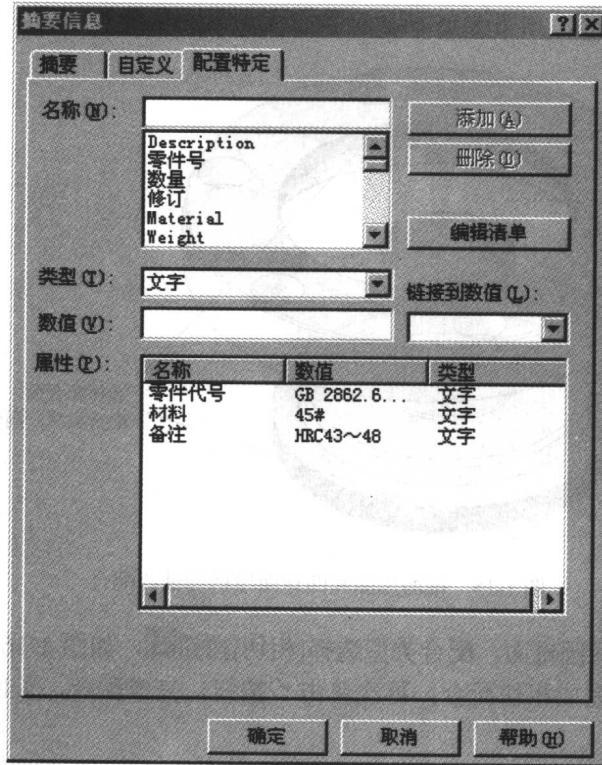

图 1-14 “摘要信息”对话框
⑦ 修改零件属性。选择菜单[工具]—[属性]命令，出现“摘要信息”对话框，单击“配置特性”选项卡：
- 选择“零件代号”，在[数值]栏输入“GB 2862.6—81—2”，单击 修改 (M) 按钮；
- 选择“材料”，在[数值]栏输入“45#”，单击 修改 (M) 按钮；
- 选择“备注”，在[数值]栏输入“HRC43~48”，单击 修改 (M) 按钮；
设置完毕，如图 1-14 所示，单击 确定 (D) 按钮。
⑧ 保存零件。完成零件建模后，单击[保存]按钮 \square ；打开“另存为”对话框，输入文件名为“凹球面模柄.sldprt”，单击 保存 (S) 按钮。